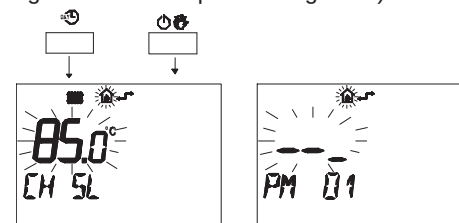

Fig. 5.49
- Pulse simultáneamente los botones  y  para entrar en la modalidad de programación transparente Fig. 5.49).